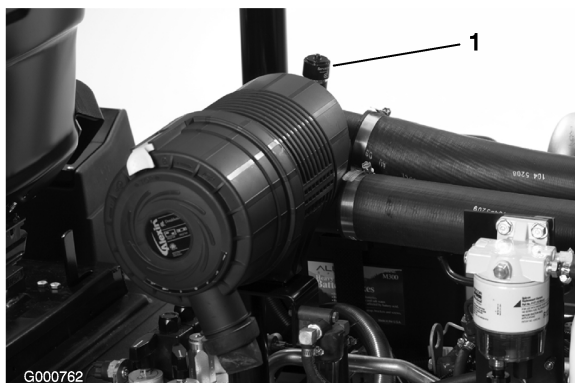

Figure 38
Faites l'entretien du filtre à air uniquement quand l'indicateur de colmatage (Figure 38) indique que cela est nécessaire. Changer le filtre à air prématurément ne fait qu'accroître le risque de contamination du moteur par des impuretés quand le filtre est déposé.
6. Réarmez l'indicateur de colmatage (Figure 38) s'il est rouge.